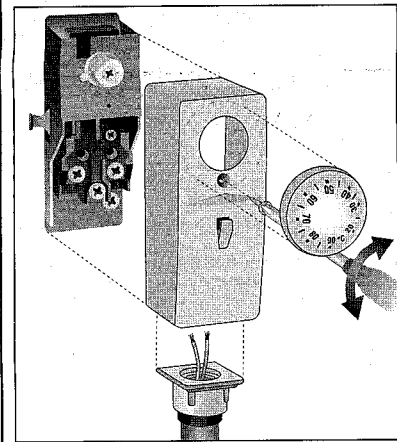

fig.3 - εικ.3
- A) Rimuovere il coperchio dal prodotto togliendo prima la manopola di regolazione (quando presente) e poi la vite posta sotto ad essa. Portare i fili dell'impianto attraverso l'apposito passacavo ed eseguire gli allacciamenti alla morsetteria (fig.3) come indicato al paragrafo seguente "collegamenti elettrici". Riaggianciare il coperchio al prodotto mediante la vite e riposizionare la manopola di regolazione (quando presente).
- A) Fix the appliance to the pipe by means of its specific fastener. (fig.3)